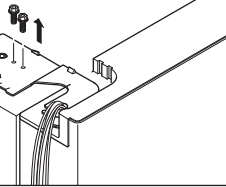

Fig. 4-7
1. Aloje los tornillos de la cubierta de la bisagra y retírela (Fig. 4-7). Desconecte todos los cables a excepción del cable de toma de tierra.